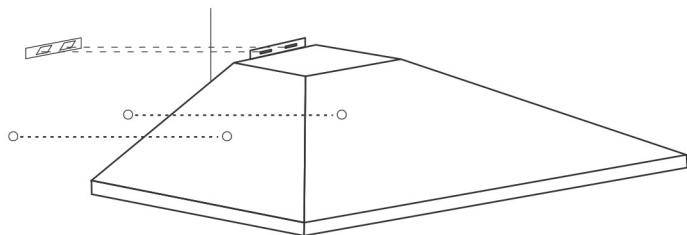

Рис. 11
4. Повесьте корпус вытяжки на установленную планку. Проверьте правильность установки и отметьте еще 2 отверстия внутри вытяжки (рис. 11).